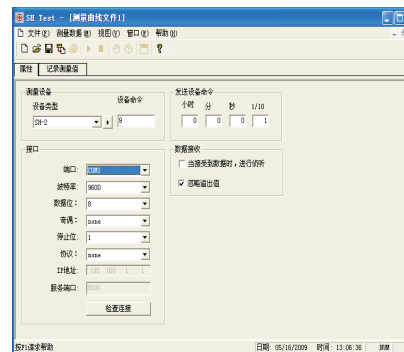

图 16
- 选择测量曲线文件后，在设备类型中选择相对应的型号，在端口中选择电脑相应串口，并在设备发送命令中设置好电脑采集力值信号的时间。1/10为0.1秒（如图16：时为0，分为0，秒为0，1/10为1则电脑取点时间=0.1秒）；